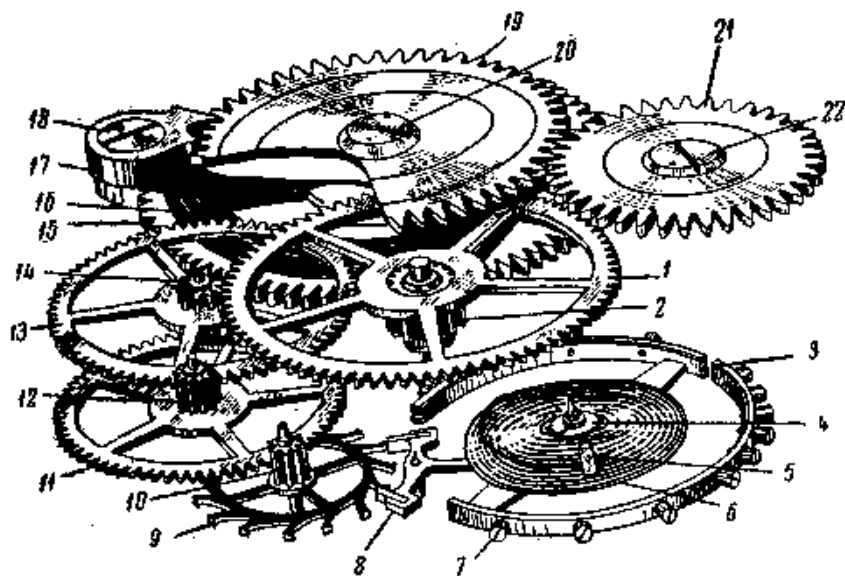

Рис. 1. Механизм часов с анкерным ходом (вид сверху):
Для более детального ознакомления с названиями и назначением отдельных конструктивных элементов часов на рис. 1 приведена развернутая схема механизма часов с анкерным ходом. Заводная пружина 16, находящаяся в барабане 15, раскручиваясь передает через зубья *барабана*, движение на триб 2 центрального колеса, сидящий на одной оси с центральным колесом 1, ведущим триб промежуточного колеса 14. Промежуточное колесо 13 через триб 12 передает движение на секундное колесо 11, которое в свою очередь вращает триб ходового колеса 10 и находящееся с ним на одной оси ходовое колесо 9. Зубья этого колеса кинематически соединяются с налетами анкерной вилки 8. Анкерная вилка, колеблясь, сообщает импульсы балансу 3.
**Компенсация с помощью баланса.** Обод баланса делают биметаллическим, т. е. из двух неодинаково расширяющихся от температуры металлов, например из стали и латуни, и разрезают в двух диаметрально противоположных местах (рис. 1). Баланс таким образом превращается в пару биметаллических дуг. Металл, расширяющийся сильнее (латунь), находится с внешней стороны, металл с меньшим коэффициентом линейного расширения (сталь) — с внутренней.